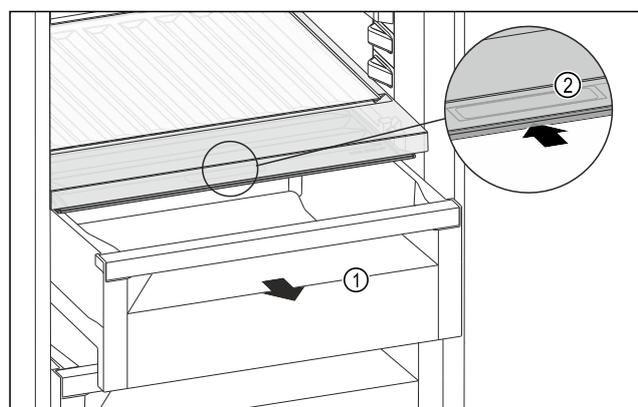

Fig. 96
- ▶ Schubfach Fig. 96 (1) herausziehen.
- ▶ Griffmulde Fig. 96 (2) am Fachdeckel anfassen und Fachdeckel gleichzeitig nach hinten schieben.